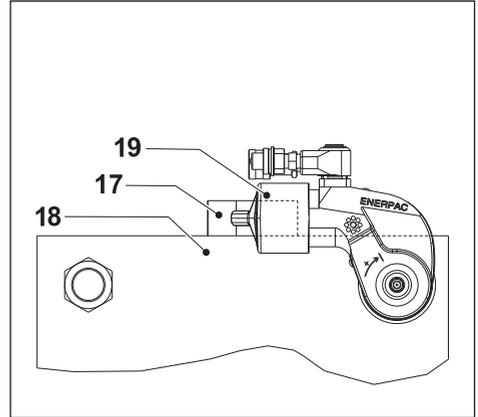

Fig. 10
4.3.2 Uso del brazo de reacción extendido (Fig. 10)
- Coloque el pie (17) del brazo de reacción extendido de la serie SRS (19) contra un punto de reacción adecuado (18). El punto de reacción contrarrestará la fuerza producida por la herramienta en funcionamiento.